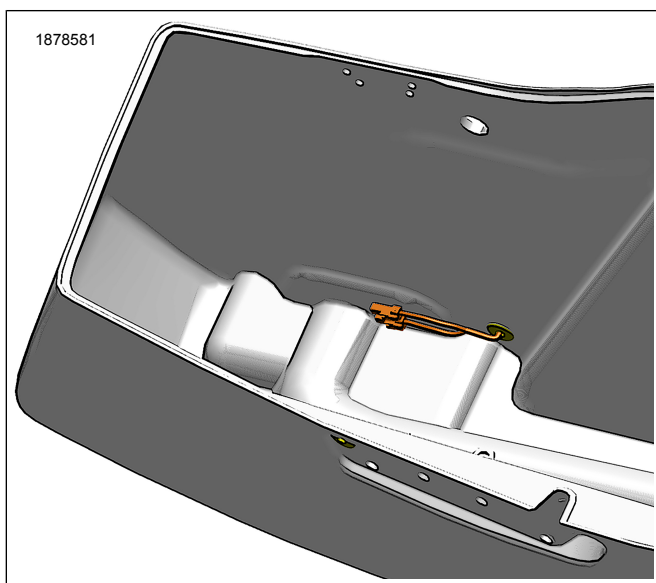

Figura 4. Direcționarea cablajului jumper
3. Figura 4 Dacă instalați setul de lămpi interioare pentru desagă (piesa nr. 68000425) împreună cu kitul de lămpi de poziție pentru desagă (piesa nr. 68000372), este necesară achiziționarea separată a două cablaje jumper spate pentru accesorii (piesa nr. 69203366).